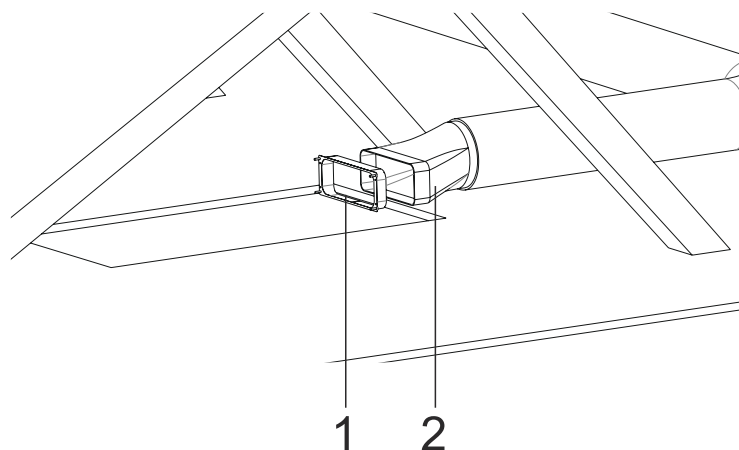

Fig. 26
**9.** ➔ Montera den rektangulära stosen på den runda/platta adaptern (Fig. 26).